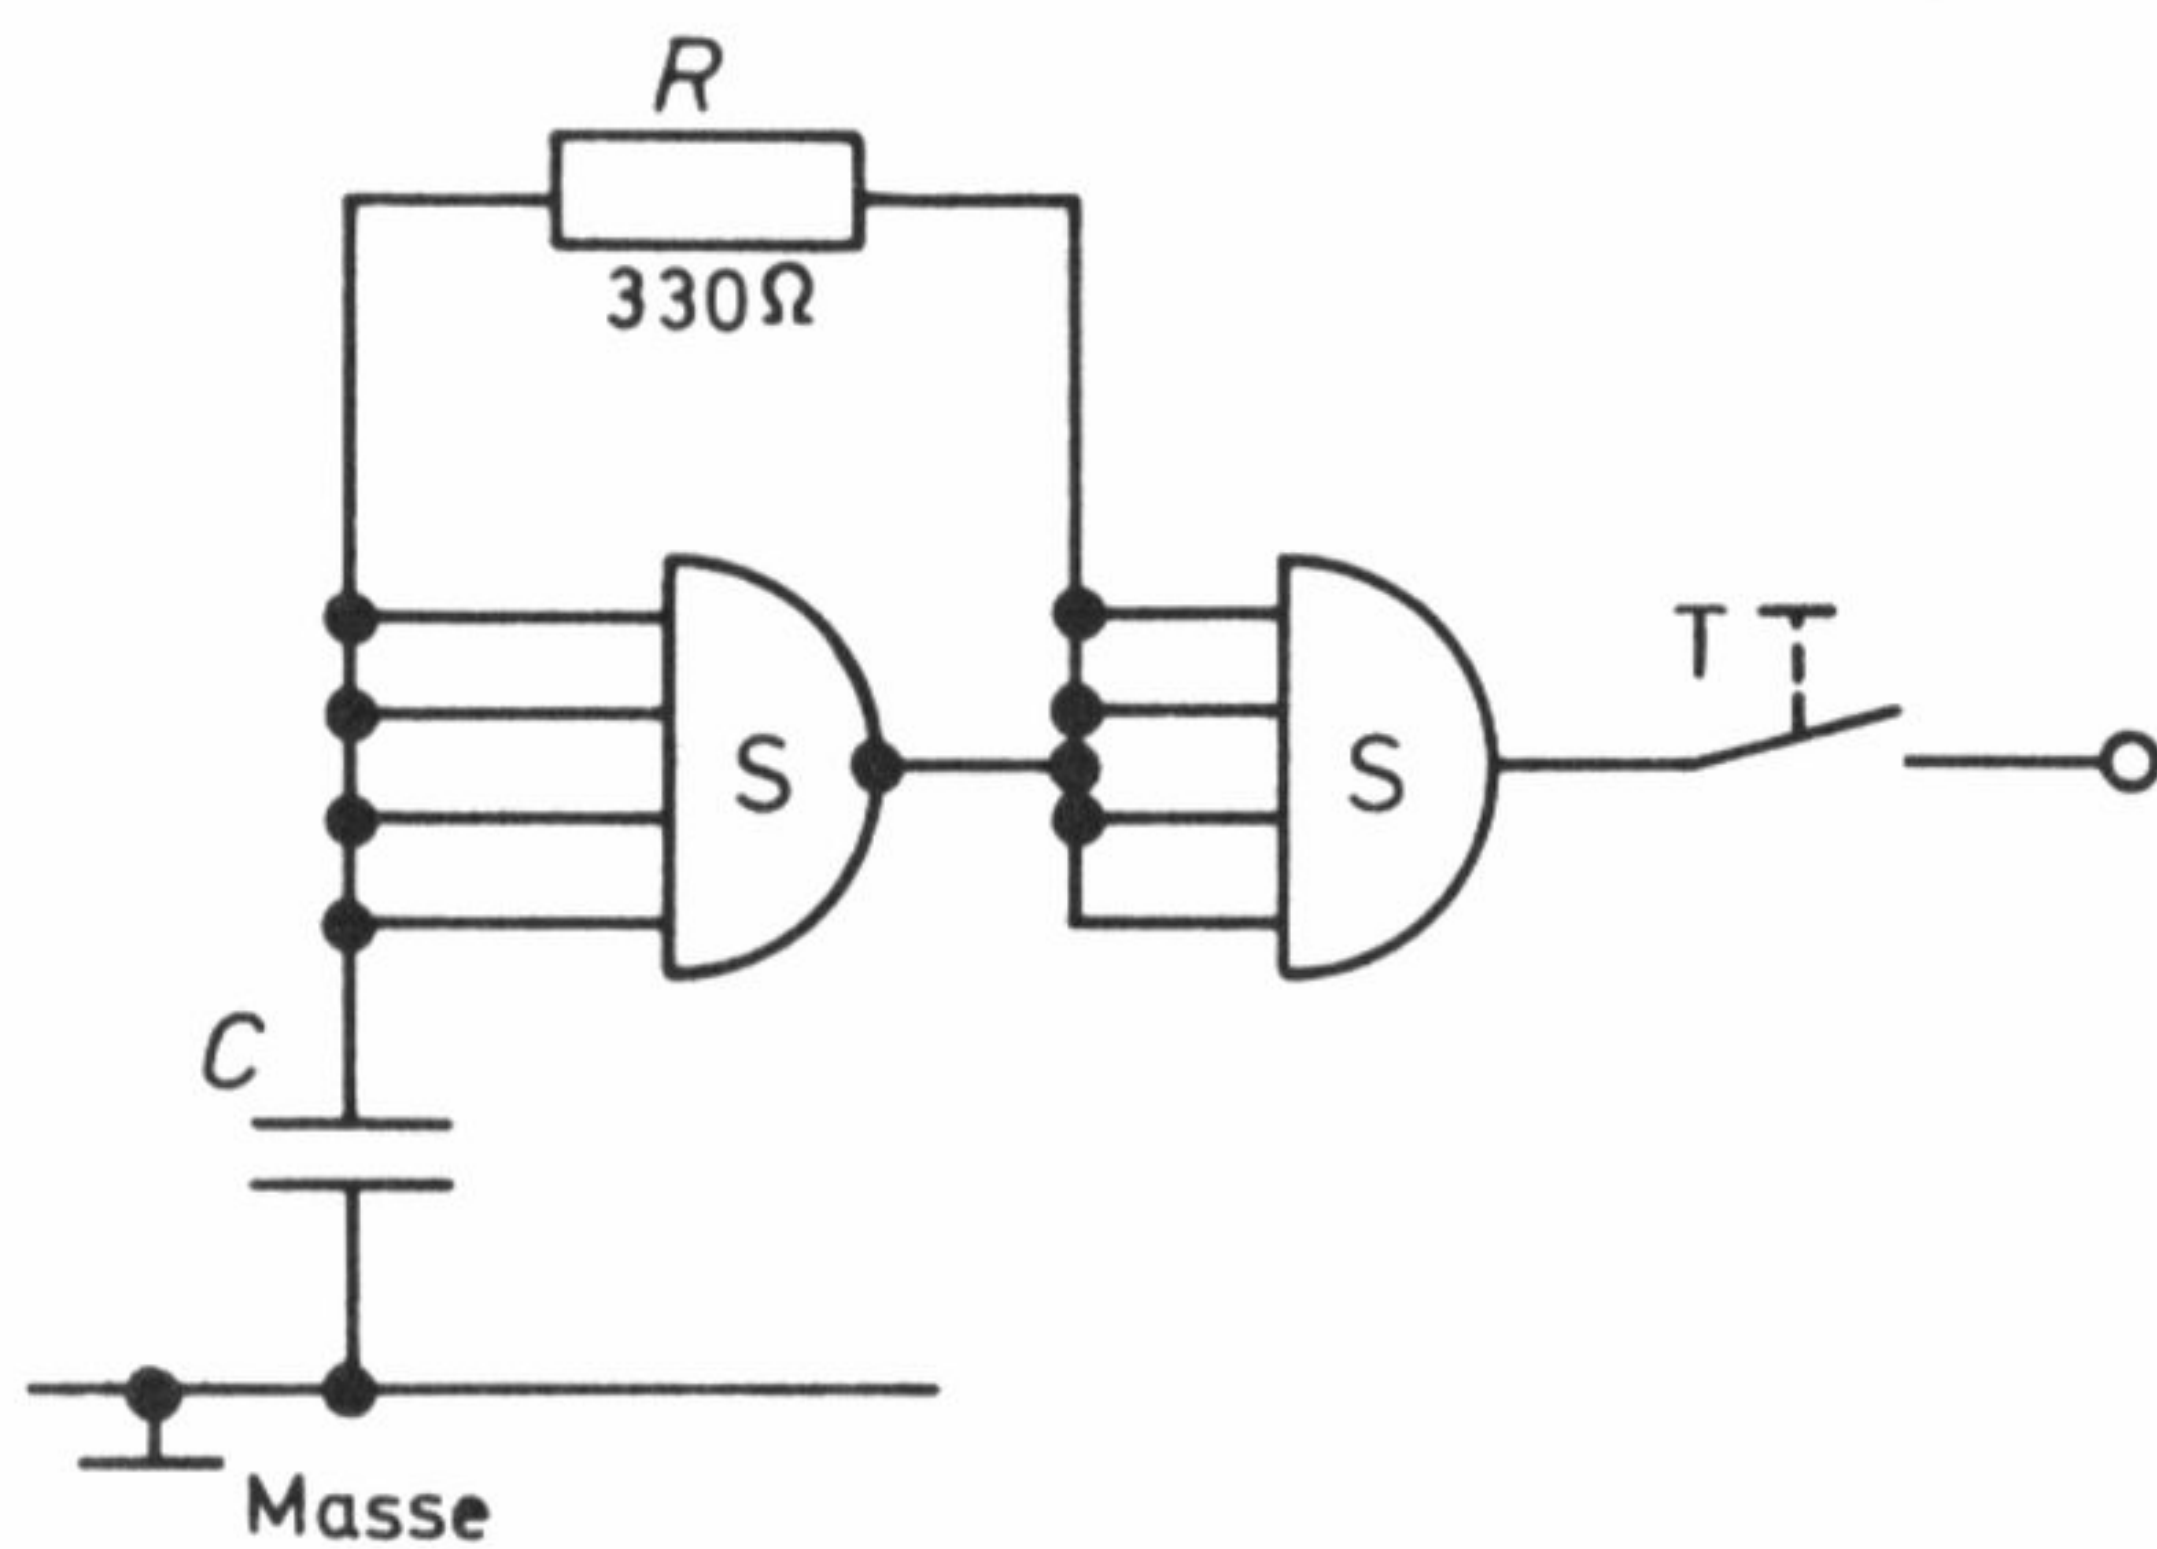

Bild 9.145: Rechteckgenerator mit verbesserter Flankensteilheit.
b) Schaltplatine mit Erweiterung ähnlich Bild 9.145
Bild 9.145 zeigt eine Schaltung mit verbesserten Eigenschaften. Durch den nachgeschalteten zweiten Schmitt-Trigger wird die Flankensteilheit des Signals verbessert. Der Generator läuft jetzt ständig. Er wird mit einem Taster auf die nachfolgende Schaltung umgeschaltet.